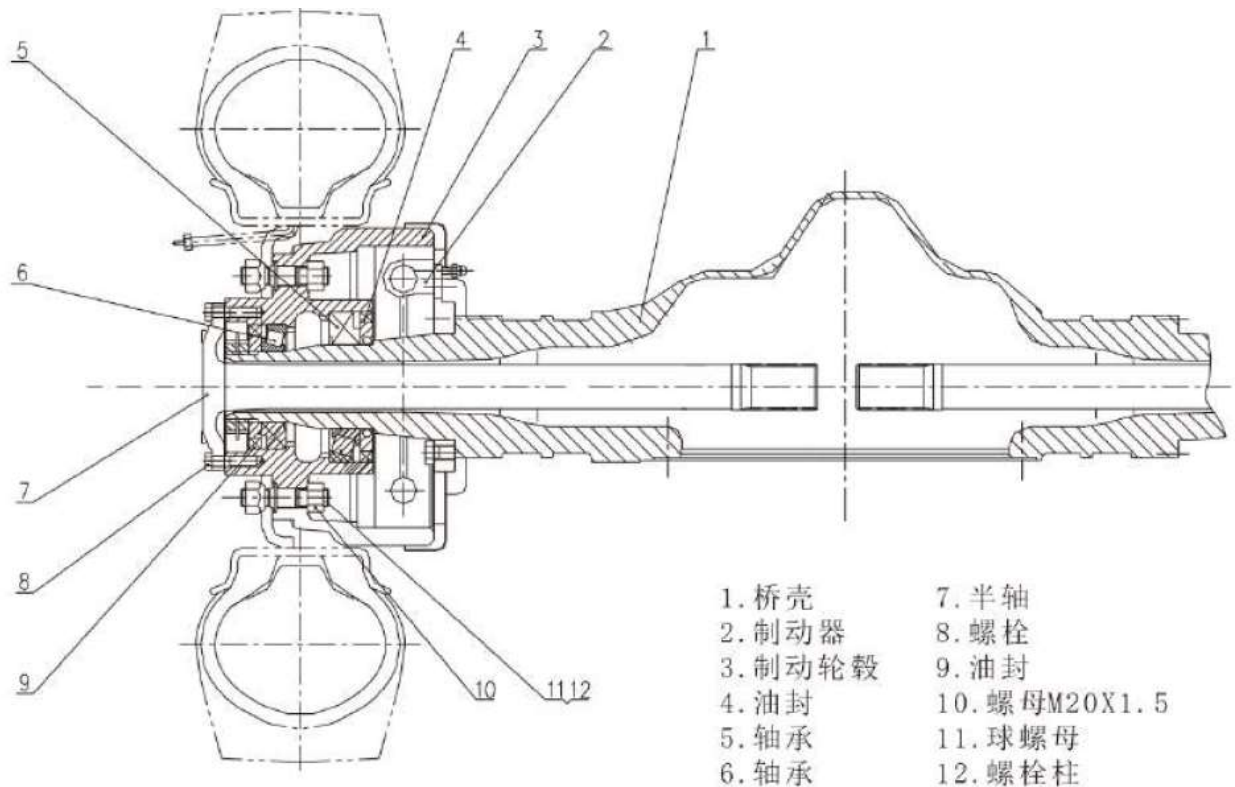

Рис. 3-1-6. Ведущий мост в сборе:
1.4. Ведущий мост (Рис. 3-1-6).